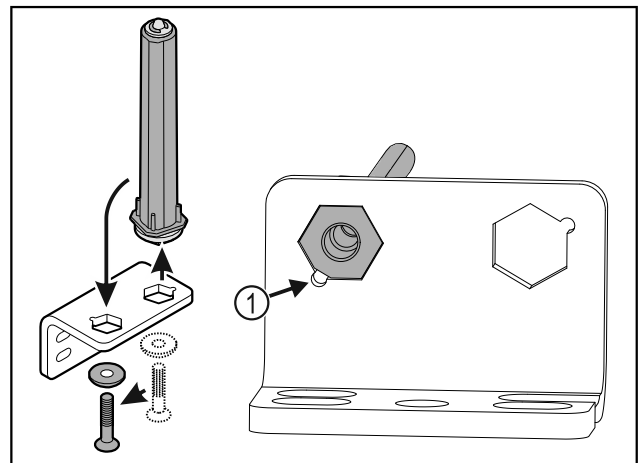

Fig. 36
- Observar que, al colocar, el bisel del perno Fig. 36 (1) apunte hacia el agujero redondo.